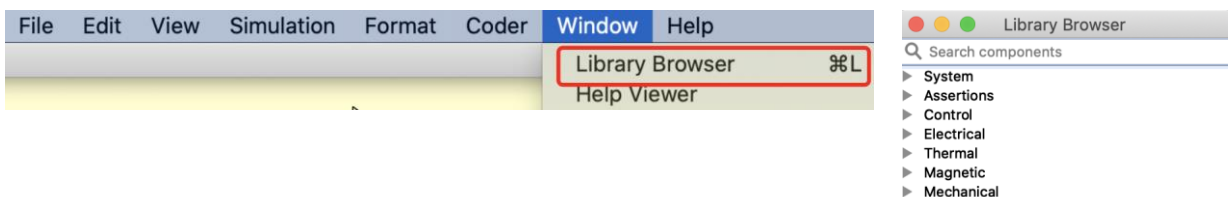

Figura 3 - Adicionar componentes ao modelo.
- 4) A ação de adicionar componentes inicia-se pela procura do componente desejado na biblioteca ("Window » Library Browser" conforme a Figura 3) e, por conseguinte, deve-se copiar ou arrastar o componente para o circuito.